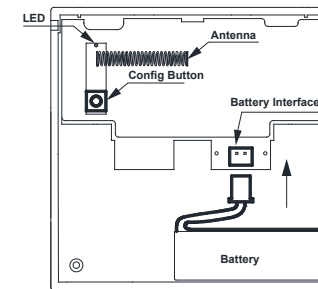

Fig. 2: Grupp konfiguration
**OBS:** Enheten levereras separerad från botten, redo för installation. Om nödvändigt, separera framsidan från botten genom att sätta i återställningsnyckeln och försiktigt dra bort den nedre delen av framsidan. Om du tar bort manöver-elementet kommer skruvarna som håller fast panelen mot botten att exponeras (se Fig. 2 ~ 4).
5. För att lägga till en manuell larmknapp till gruppen, tryck och släpp "Config"-knappen på baksidan av frontpanelen på den manuella larmknappen två gånger inom 2 sekunder. Den röda lysdioden blinkar en gång för att bekräfta anslutningen till gruppen (se fig. 2).
För att ta bort en manuell larmknapp från gruppen, tryck och släpp "Config Button" 8 gånger inom 5 s. Den röda lysdioden blinkar två gånger för att bekräfta borttagning skett från gruppen. (se fig. 2).